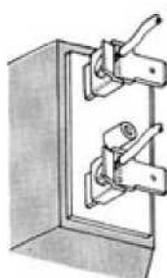
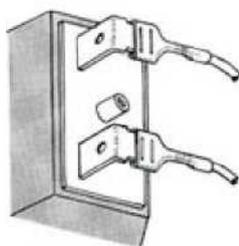

Fig. 1
Fig. 2
- Sortie de fils par vis (fig. 1) ou par fastons (fig. 2)
Fig. 1 avec capot .....
Fig. 1 sans capot .....